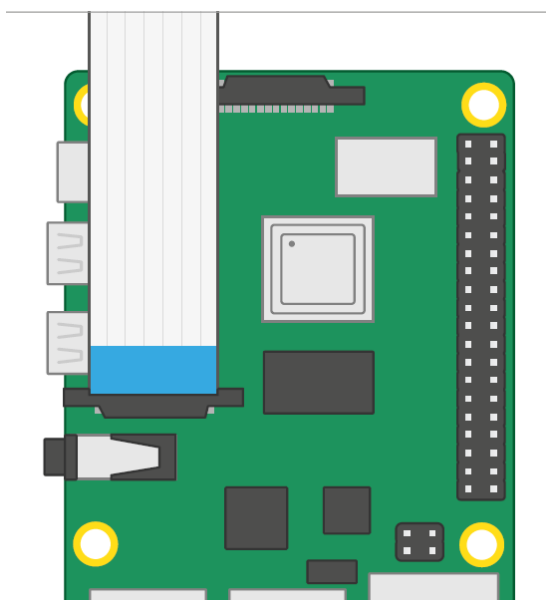

Рисунок 2.7 – Підключення кабелю до плати Raspberry Pi.
2. Підключити плоский стрічковий кабель до плати Raspberry Pi. Рисунок 2.7